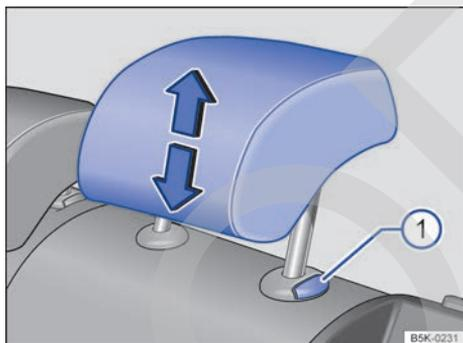

Fig. 79 Ajuste de los apoyacabezas traseros.
- Desplace el apoyacabezas hacia arriba o, a la vez que presiona la tecla → fig. 79 ⓘ, hacia abajo en el sentido de la flecha correspondiente → ▲ en *Introducción al tema* de la pág. 100.